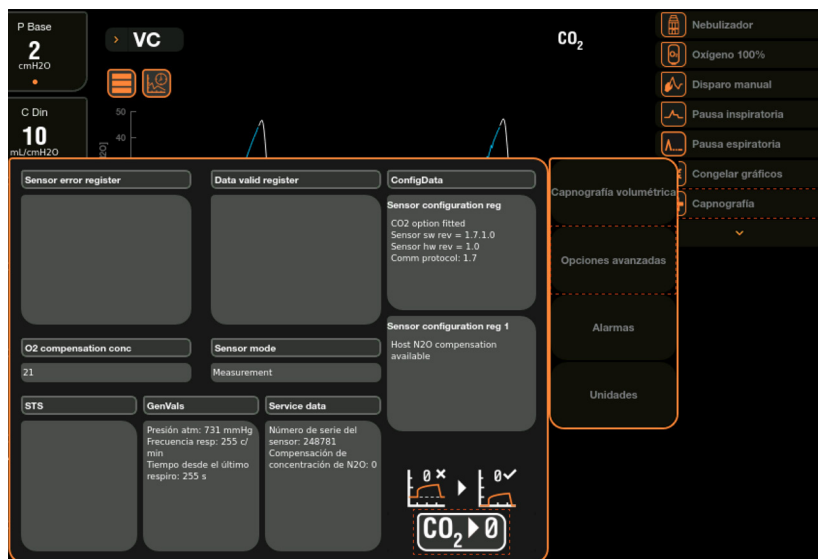

Imagen 7-5. Puesta a cero del capnógrafo
3. Desde el "Área menú y accesos directos" se debe seleccionar la opción "Capnografía" y luego "Opciones avanzadas". Para iniciar la puesta a cero se debe seleccionar el botón indicado en la Imagen 7-5.